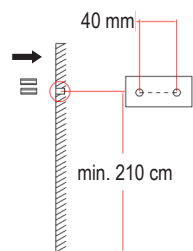

Abb. 1
- Zeichnen Sie die Montagelöcher an der Wand an (Abb. 1).